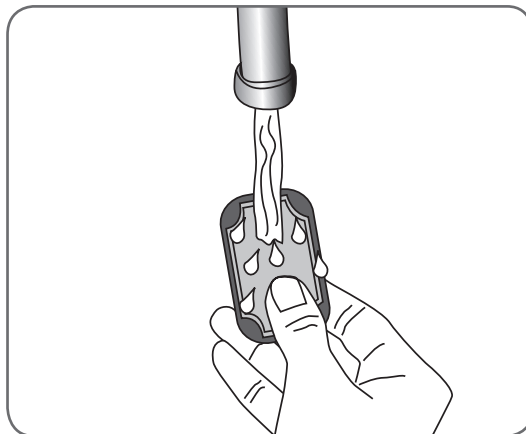

Figure 8-4 : Humidification des électrodes en tissu.
3. Mouillez les électrodes en tissu jusqu'à ce qu'elles soient saturées. Reportez-vous à la Figure 8-4.